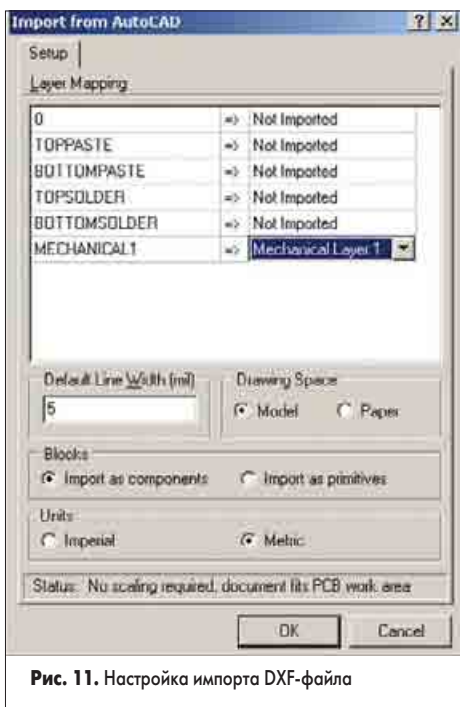

Рис. 11. Настройка импорта DXF-файла
3. В выпадающем списке «Тип Файла» выберем строку AutoCAD (\*.DXF; \*.DWG), выберем нужный файл и нажмем кнопку «Открыть». На экране появится диалоговое окно Import from AutoCAD (рис. 11).